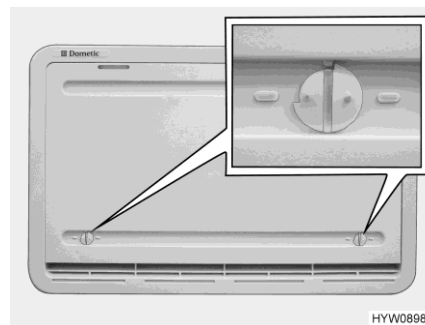

Fig. 196 Protection hivernale (grille d'aération du réfrigérateur)
La protection hivernale (Fig. 196) protège le groupe frigorifique de l'air froid. Placer des protections hivernales devant les deux grilles d'aération du réfrigérateur quand la température extérieure est inférieure à +10 °C (fonctionnement au gaz et fonctionnement électrique).
- Ouvrir les deux dispositifs de verrouillage (Fig. 196) (la rainure est à l'horizontale).